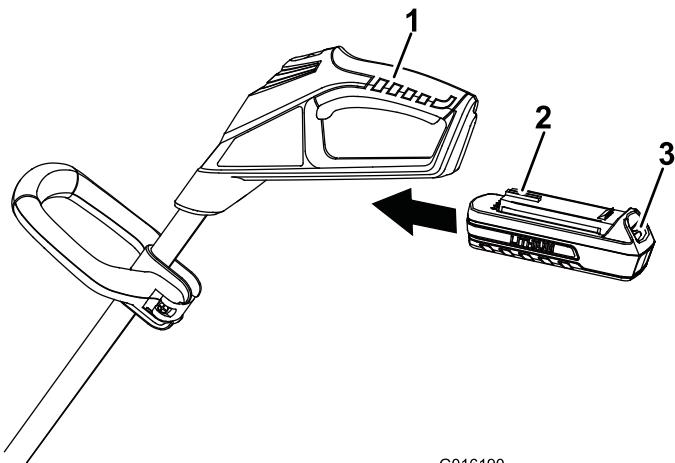

Figure 6
- Alignez la languette de la batterie sur le creux dans le corps de la poignée (Figure 6).
- Saisissez la poignée d'actionnement (Figure 6).
- Pour démarrer la débroussailleuse, repoussez le commutateur de verrouillage à la position de marche, puis serrez la poignée d'actionnement (Figure 6).